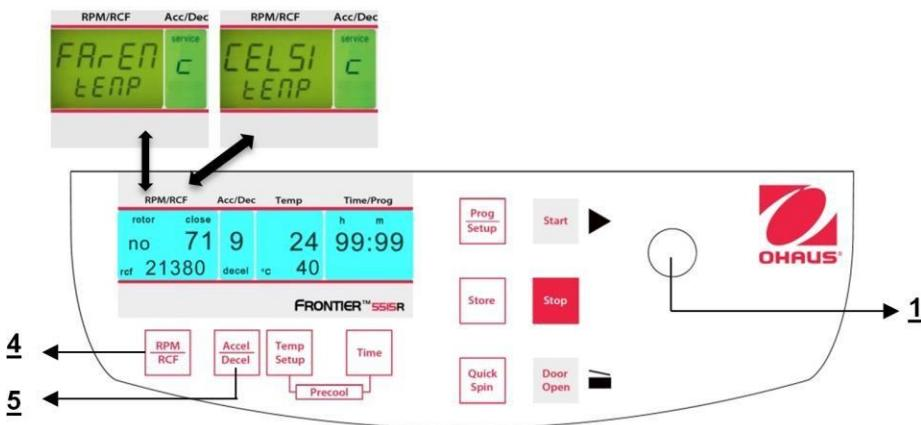

Figura 32
Proceda como se describe en el punto 4.1.2 para ingresar en este modo de programa y luego presione el botón "**Accel/Decel**" (5). En la pantalla "**Acc/Dec**" (A-2) aparece la palabra "**Service**". Ahora seleccione la letra "C" con la perilla de ajuste (1). Como resultado, en la pantalla "**RPM | RCF**" (A-1) aparecen las palabras "**CELSI/temp**". Si presiona el botón "**RPM | RCF**" (4), la palabra "**CELSI**" destella y puede cambiar la pantalla a Fahrenheit "**FAREN**" con la perilla de ajuste (1) (vea la Figura 32).